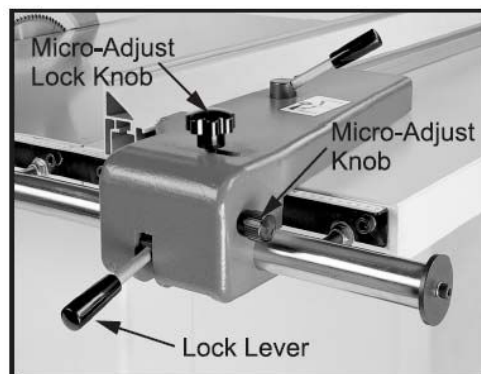

Fig. 53
6. Затяните заперную ручку механизма микрорегулировки (см. рис. 53) и установите ручку механизма микрорегулировки на ноль на нужной ширине распила.